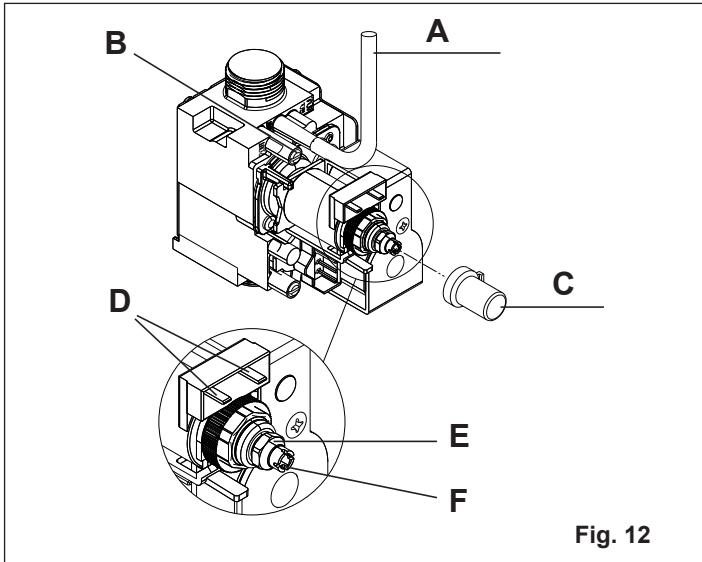
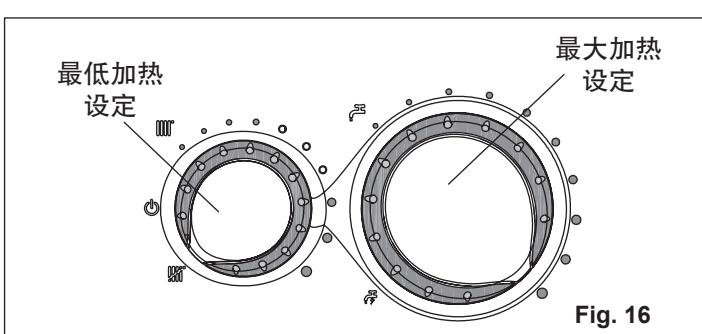

Fig. 12
Fig. 16
2.9 第一次点火与调试(Fig.6, Fig.12–Fig.16)
- 松开二次测压口 B 内螺丝两圈，接上测压计 (Fig.12)；
- 取下空气补偿管 A (Fig.12)。
- 取下安全帽 C (Fig.12)；
- 用 10 号套筒，调节最大功率调节螺母 E (Fig.12) 至额定压力见燃气参数表；
- 取下一根调节阀电源线 D (Fig.12)；
- 等压力稳定后，调节调节阀内芯 F (Fig.12)，直至压力符合燃气参数最小功率值要求，注意不可接触调节阀内芯内部金属轴；
- 将加热水温度刻度盘转到多气表中指定的最小加热值 (Fig.16)；
- 将 DHW 温度调节旋钮转到多气表中指定的最大发热量 (Fig.16)；
2.11 燃烧参数分析(Fig.16, Fig.19)